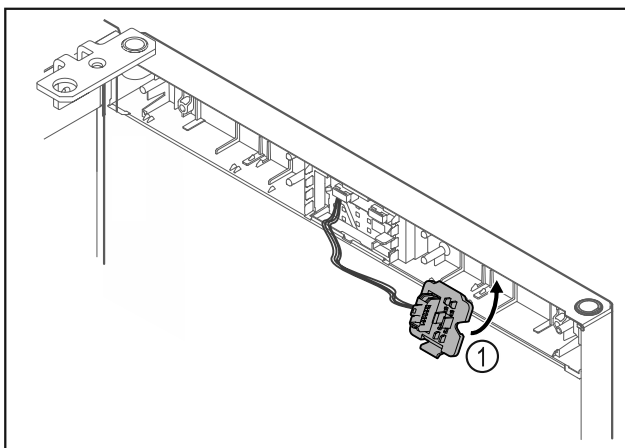

Fig. 19
- ▶ Encajar el soporte del conector Fig. 19 (1) en el lado contrario.